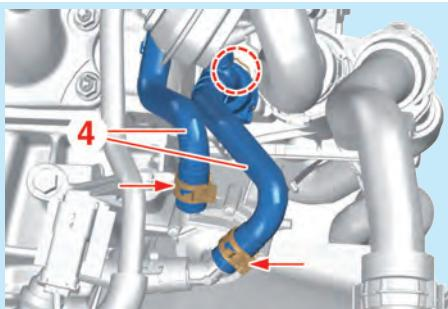

Fig.3
- Débrancher les durits de refroidissement (4) du turbocompresseur (Fig.3).